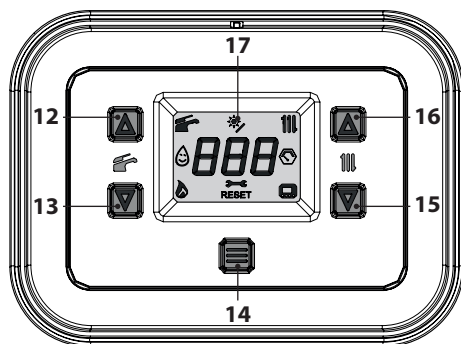
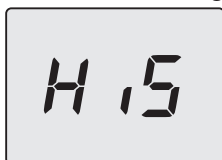

Figura 6.7
Figura 6.9
- Tenere premuto per 5 secondi il tasto 14 fino a far apparire sul display entrambe i simboli  e  Figura 6.7.
- Entrare in "modalità programmazione" premendo contemporaneamente per 5 secondi i tasti 13 e 15 (Figura 6.7) fino a far apparire sul display LCD le lettere **HIS** che indicano il menu "Storico delle caldaie" (Figura 6.9).
- Premere il tasto 14 (Figura 6.7) per attivare la funzione. Il display visualizzerà quanto segue (Figura 6.11 e Figura 6.12).
- tenere premuti contemporaneamente i tasti 13 e 15 per 5 sec. (Figura 6.7) (ritorno al livello precedente).
- Spegnerla caldaia tenendo premuto per 5 secondi il tasto 14 (Figura 6.7) fino a far apparire sul display LCD il simbolo **— — —** (i trattini vengono accesi in sequenza per simulare uno scorrimento) (Figura 6.6).